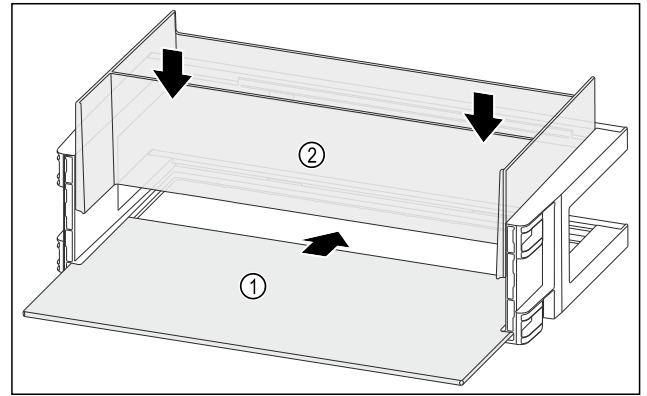

Fig. 115
- ▶ Abstellfläche Fig. 115 (1) in die seitlichen Einsparungen einschieben.
- ▶ Organizer Fig. 115 (2) einsetzen.